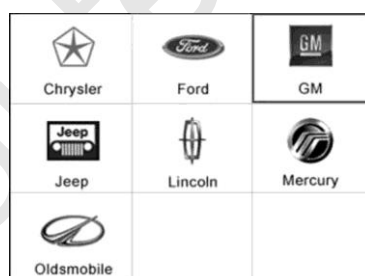

Рисунок 6-2
5. Выберите производителя автомобилей, а затем нажмите **кнопку ОК**. См. рисунок 6-2.
- 1) Выберите логотип **GM** в окне, содержащем перечень производителей автомобилей. См. рисунок 6-2.
- 1) Выберите логотип **Ford** в окне, содержащем перечень производителей автомобилей. См. рисунок 6-2.